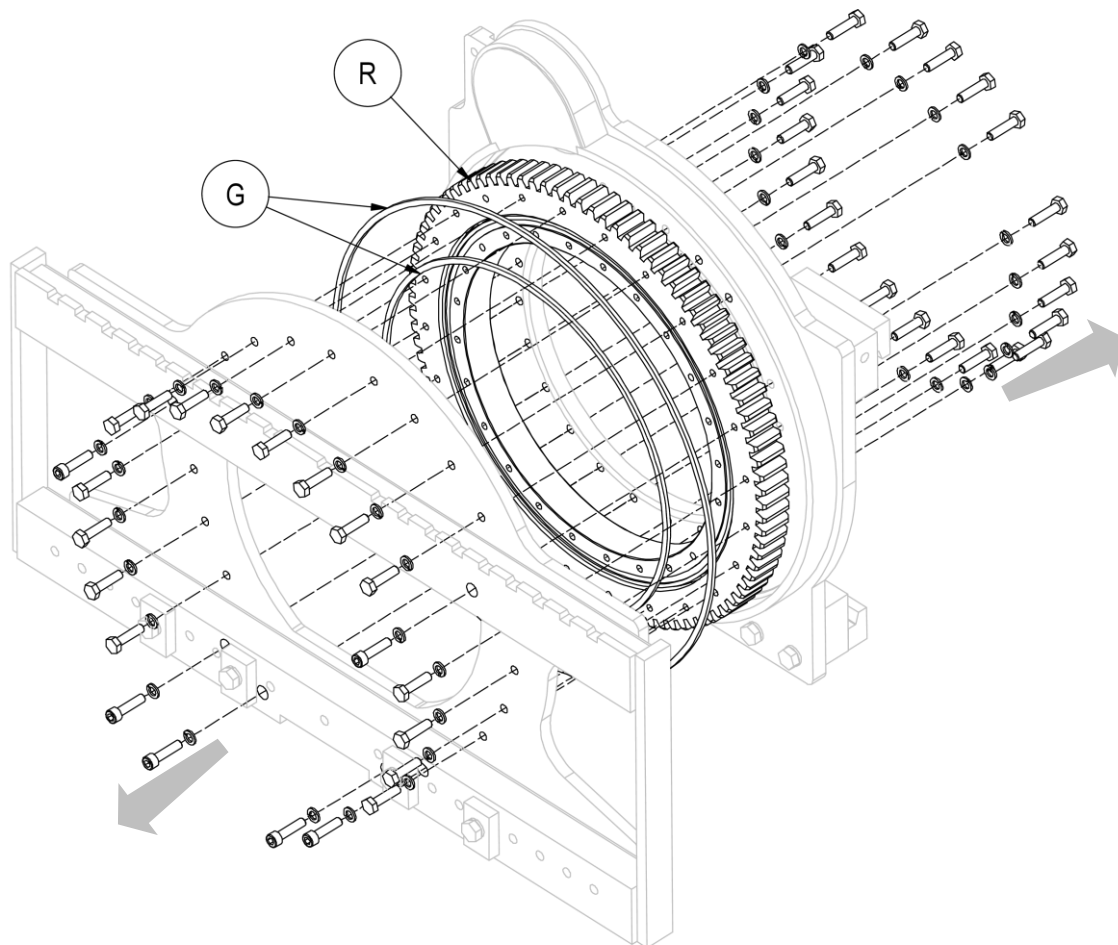

Abbildung 37
4. Entfernen Sie den vorderen Teil des Drehkörpers, vergewissern Sie sich vorher, dass alle Teile abgestützt werden, um Unfällen vorzubeugen (siehe *Abbildung 37*).
5. Um die Anlaufscheibe R auszubauen, müssen auch die Schrauben hinten am Gerät entfernt werden (siehe *Abbildung 37*).